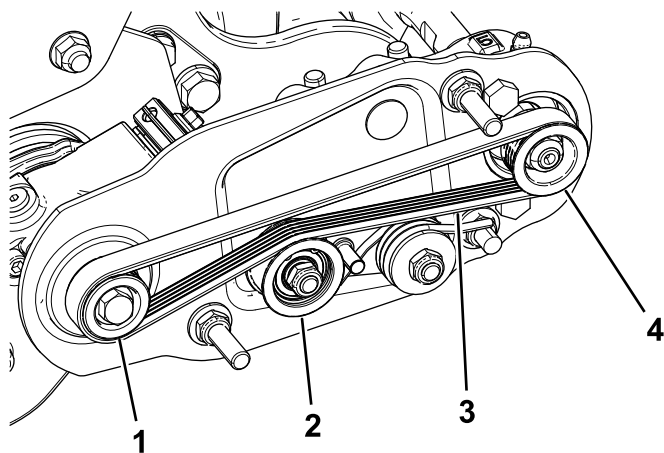

Bild 14
- Verlegen Sie den Riemen um die **Antriebsscheibe** und dann über die Oberseite der Spannscheibe (Bild 14).